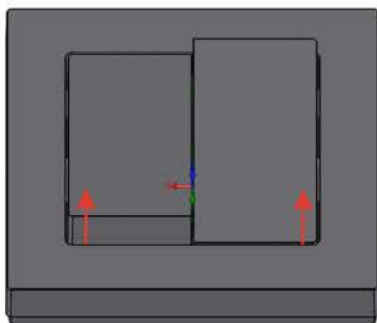
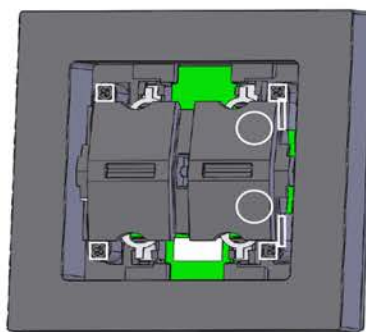
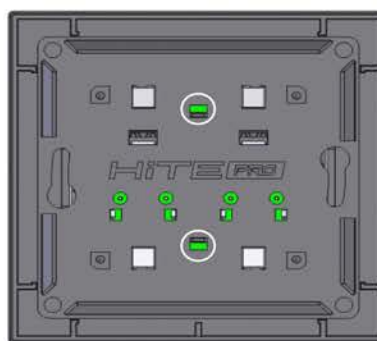

Рис.1
Рис.3
Рис.4
Снимите клавиши с выключателя, подцепив и потянув их по направлению стрелок ближе к краю клавиши (рис. 1). Закрепите устройство на любой плоской поверхности с помощью саморезов или двухстороннего скотча. Установите в защелки поверх закрепленного радиовыключателя соответствующую рамку (рис. 2 - обведено овалом). Установите клавиши обратно на крепления (рис.2 - обведено кругом). Возможна установка выключателя в единую многопостовую рамку соответствующей серии, вместе с другими устройствами этой серии. Для демонтажа рамки удерживайте внутреннюю часть выключателя в отмеченной кругом на рис. 3 области и потяните рамку на себя, дополнительно надавите плоским предметом на защелку (рис. 3 обведено прямоугольником).
Снимите клавиши с выключателя, подцепив и потянув их по направлению стрелок ближе к краю клавиши (рис. 1). Выкрутите четыре винта (рис. 3 - обведено квадратом). Снимите пластиковую накладку потянув её в противоположенную сторону от основания выключателя, дополнительно надавите плоским предметом на защелку (рис. 4 - обведено кругом). Замените элемент питания и соберите выключатель в обратном порядке. Важно, винты следует затягивать без усилия.
1.) Затягивать четыре винта обведенные квадратом рис.3 следует без усилия, до момента соприкосновения шляпки винта с верхней точкой элемента крепления. 2.) Клавишу в модификация 1\2 следует устанавливать так, чтоб в отжатом состоянии она не прижимала кнопку на плате выключателя.